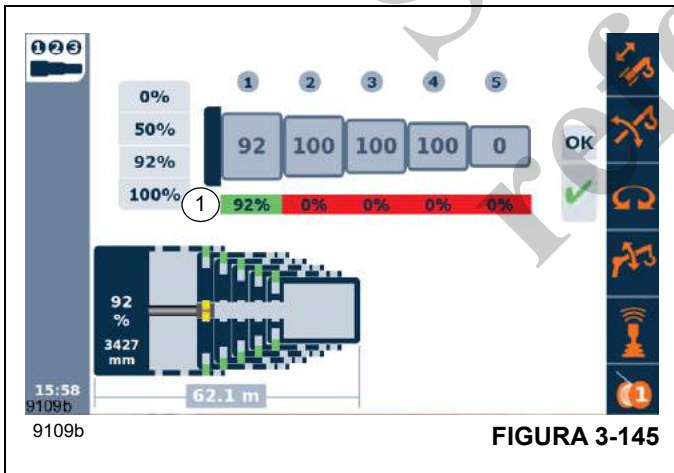

FIGURA 3-145
1 - 5	Muestra las secciones telescópicas de 1 a 5 (1), (Figura 3-145).